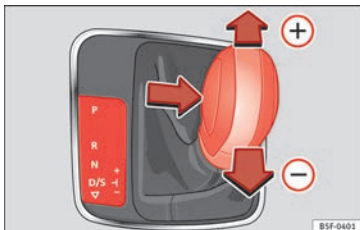

Bild 190 Mittkonsolen: växla med Tiptronic
- För väljarspaken framåt mot **+** för att välja en högre växel » **bild 190**.